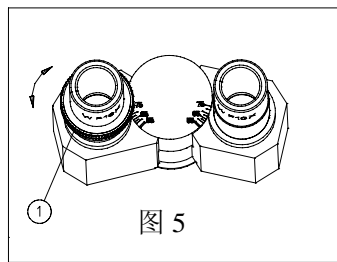

图 5
把标本放在载物台上, 将 40X 物镜转入工作位置, 先用右眼观察, 旋转粗/微动调焦手轮, 将标本像调清晰, 然后用左眼观察, 不转动粗/微动调焦手轮, 转动视度调节圈①, 使标本像清晰。(图 5)